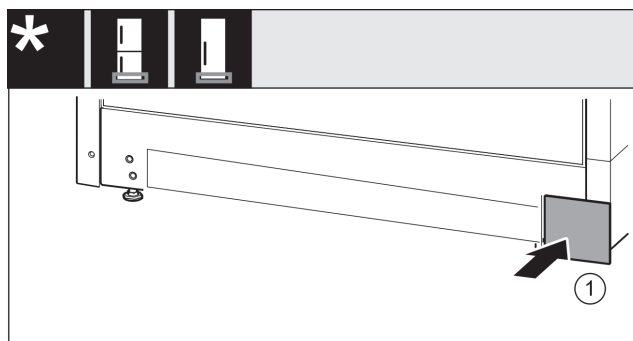

Fig. 37
- ▶ Poggiare nuovamente la copertura sull'altro lato. Fig. 37 (1)